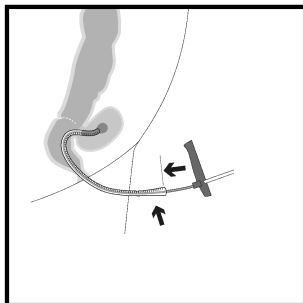

Fig. 3
14. Før skubberen frem via drænslangen, og brug skubberen til at skubbe svampen frem til enden af overtuben (eller rektoskopet eller proktoskopet). Spidsen af svampen er nu placeret i det dybeste punkt i lækagekaviteten (Fig. 3).